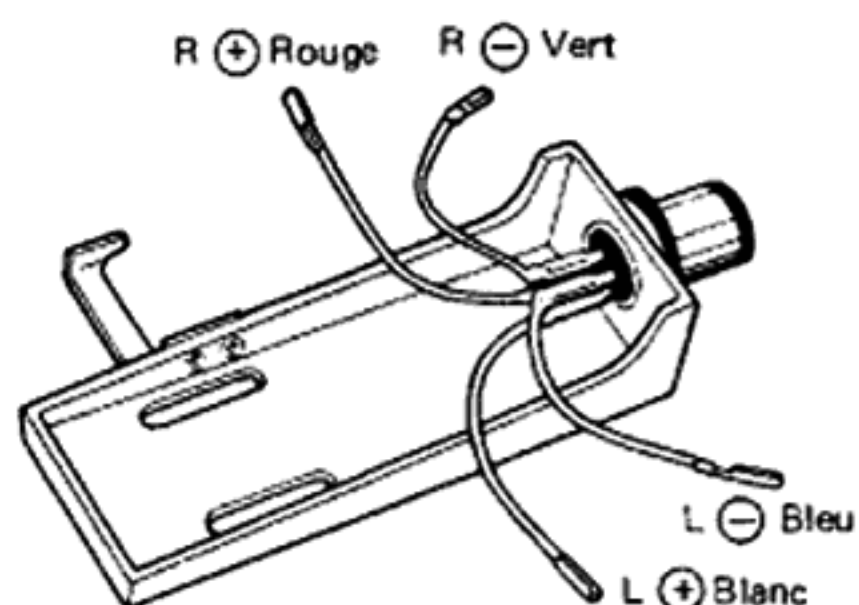

Fig. 9
(1) Fixer la cellule phonoelectrice sur la coquille à l'aide des vis de fixation de cellule.
(2) Les polarités et les canaux L et R de la coquille de phonolecteur sont indiqués sur la Fig. 9. Les connexions doivent être faites en fonction de l'indication de borne de la cellule phonoelectrice.